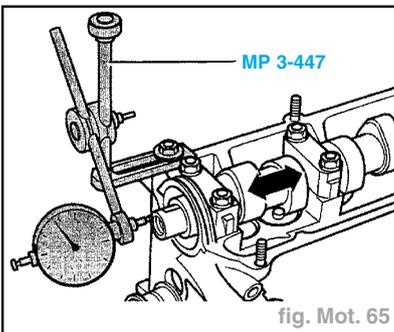

fig. Mot. 65
- Effectuer la mesure avec les poussoirs déposés et le chapeau de palier n°3 monté (moteur AEE) ou le premier et le dernier chapeau de palier montés (moteur AEH) (fig. Mot. 65).